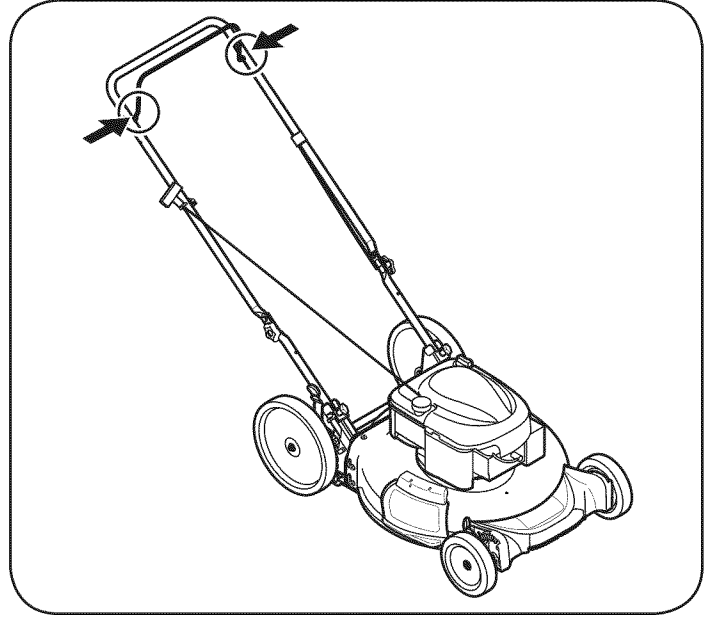

Figura 16
1. Aflojar el tornillo y la inclinación de la vivienda cubierta de plástico en el lado del motor hacia abajo. Ver Figura 16.
Lubrique con aceite ligero los puntos de pivote del control de la cuchilla al menos una vez cada estación. Este control debe funcionar libremente en ambas direcciones. Vea la Figura 16.